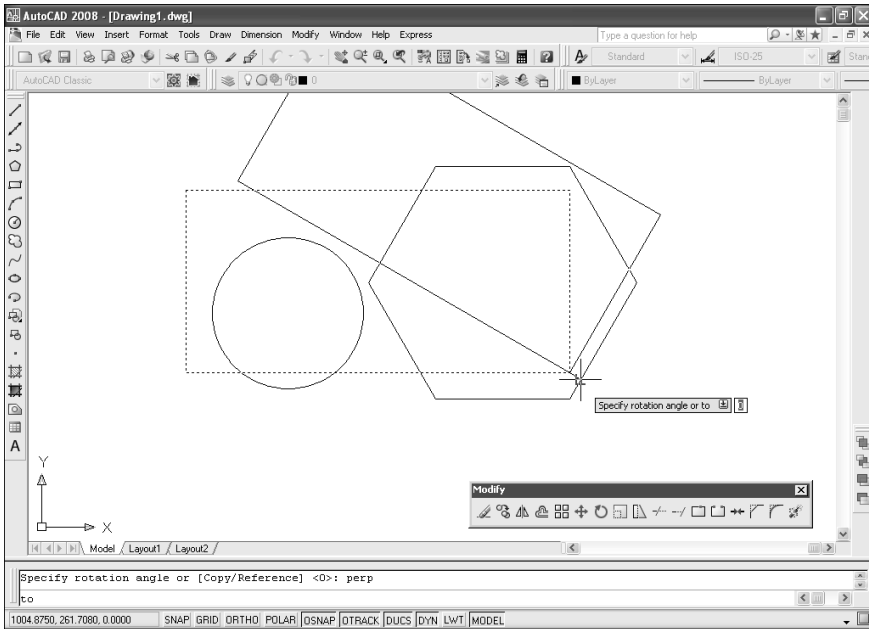

Рис. 4.9. Задание угла поворота
5. Задайте угол поворота (рис. 4.9). AutoCAD переместит объект и завершит выполнение команды **ROTATE** (ПОВЕРНУТЬ).